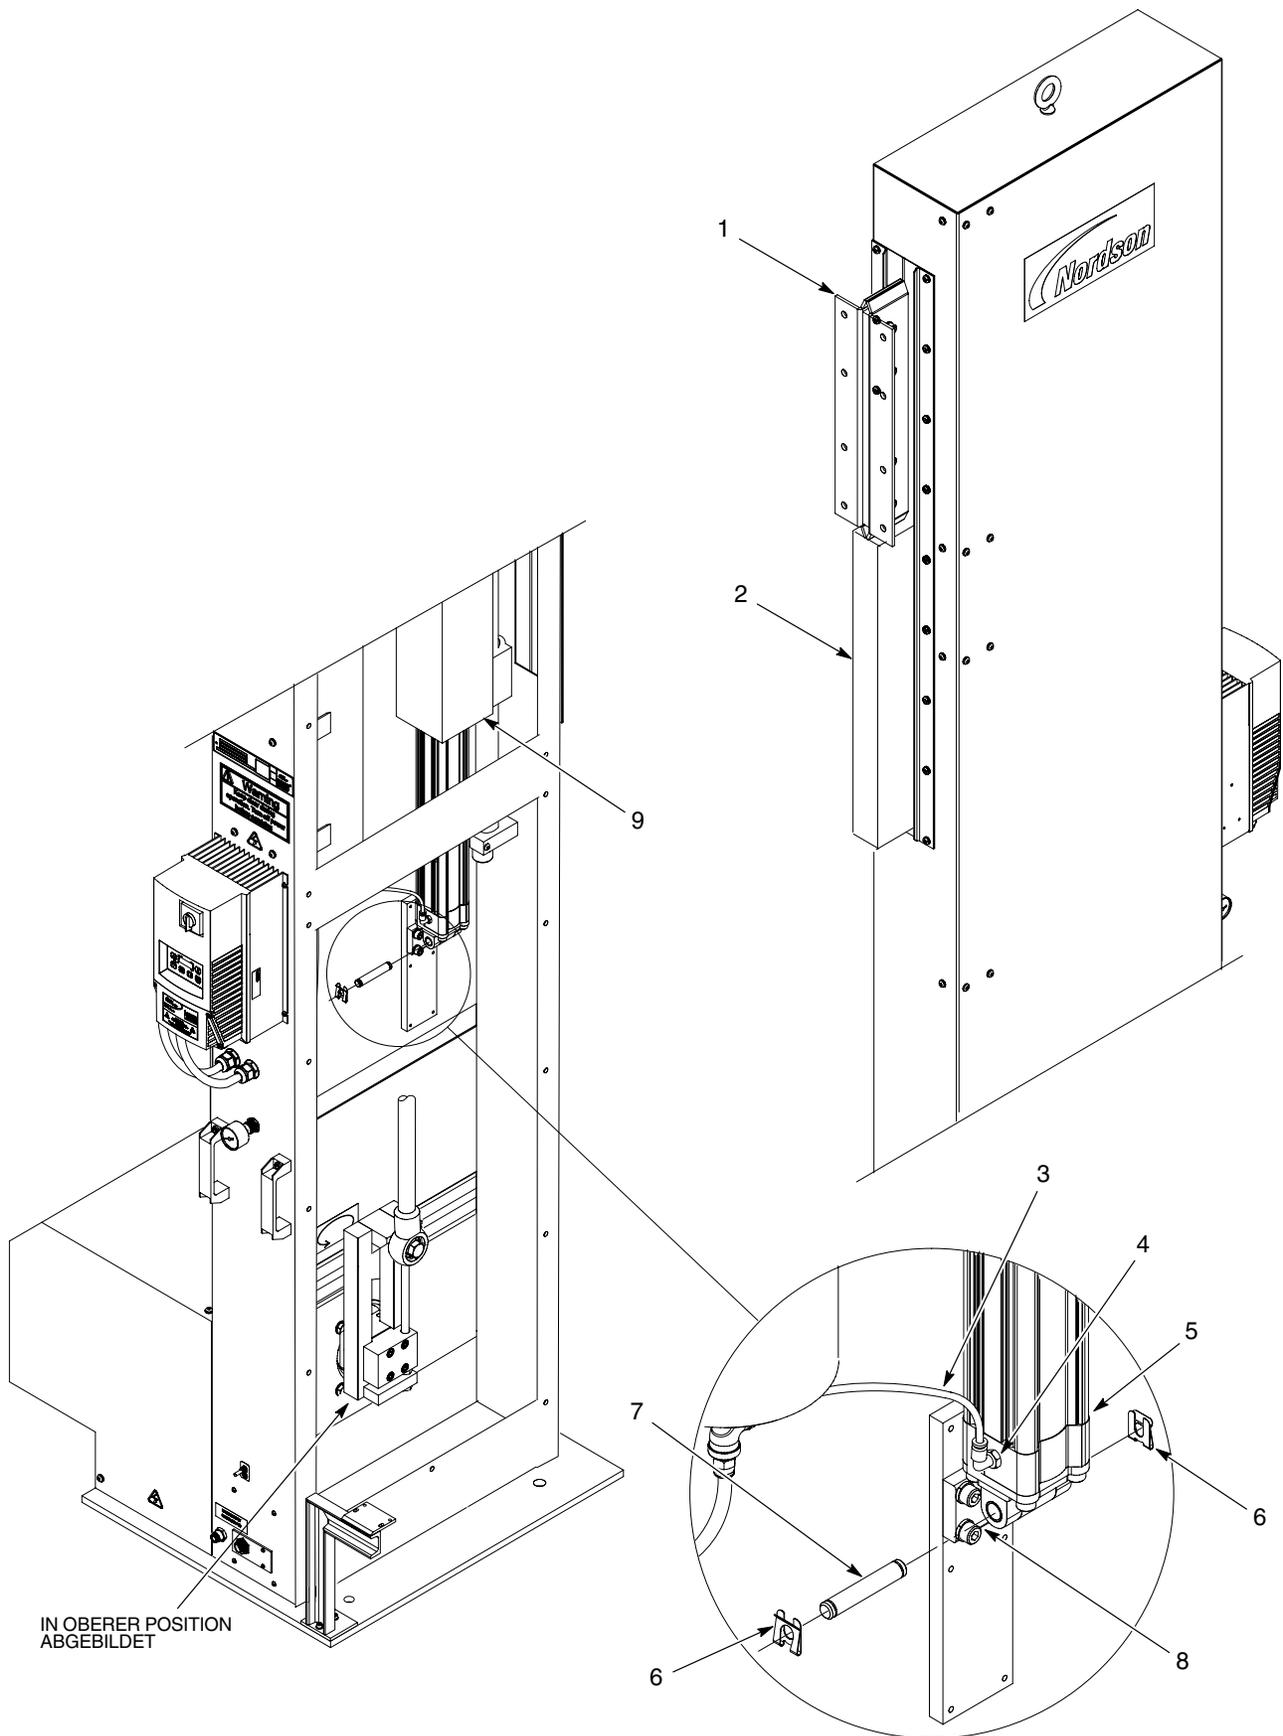

Abb. 15 Luftzylinder abnehmen
1. Siehe Abbildung 15. Pistolen und Pistolenbefestigungen von der Halterung (1) des Pistolenwagens abnehmen.
2. Den Pistolenwagen (1) in die obere Position bewegen. Den Pistolenwagen (1) mit einem Block (2) wie abgebildet in dieser Position fixieren.
4. Die Luftleitung (3) von der Luftzylinderverschraubung (4) trennen.
5. Die Klemmen (6) und den Stift (7) abnehmen, mit denen der Luftzylinder (5) an der Halterung (8) befestigt ist. Den Luftzylinder vom Halterrohr (9) der Lagerbaugruppe abnehmen.